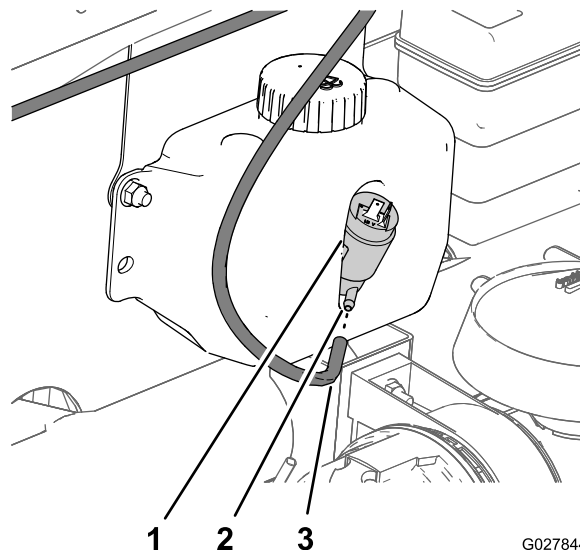

Figura 24
1. En el depósito del líquido del lavaparabrisas, alinee el extremo de la manguera con el acoplamiento dentado de la bomba del lavaparabrisas (Figura 24).
2. Coloque la manguera sobre el acoplamiento hasta que se asiente totalmente en el acoplamiento (Figura 24).
- A. En el depósito del líquido del lavaparabrisas, retire la manguera del acoplamiento dentado de la bomba (Figura 24).
- C. Coloque la manguera sobre el acoplamiento hasta que se asiente totalmente en el acoplamiento (Figura 24).